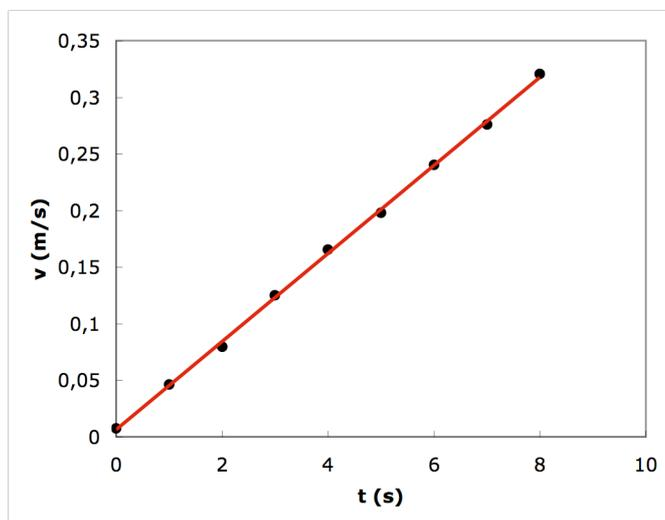

Figura 5: Variação da v com t . Recta obtida pela equação (8)
Sabendo o momento de inércia I_z com a equação (8) podemos determinar a velocidade de translação da roda em função do tempo (ver Figura 5).